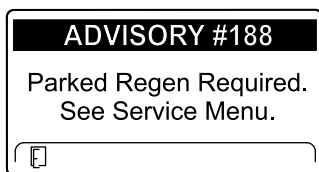

Рисунок 49
- Требуется стационарная регенерация информационное сообщение № 188 (Рисунок 49)